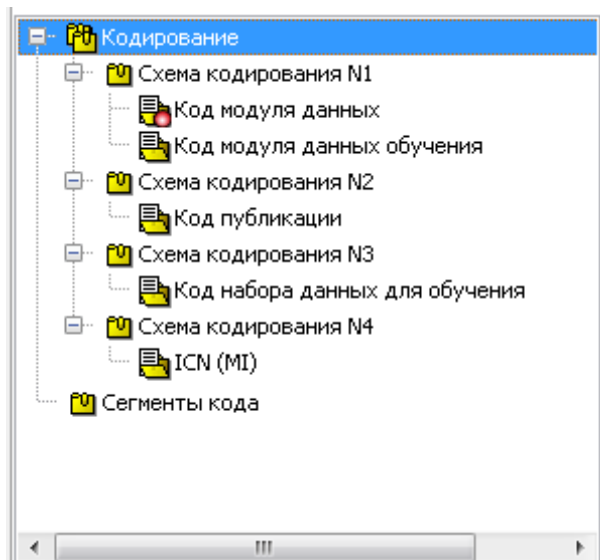

Рис. 2.7
- б. Создайте еще схемы кодирования – N2, N3, N4 и варианты схем кодирования – «Код публикации», «Код набора данных для обучения», «ICN (MI)» соответственно (Рис. 2.7).